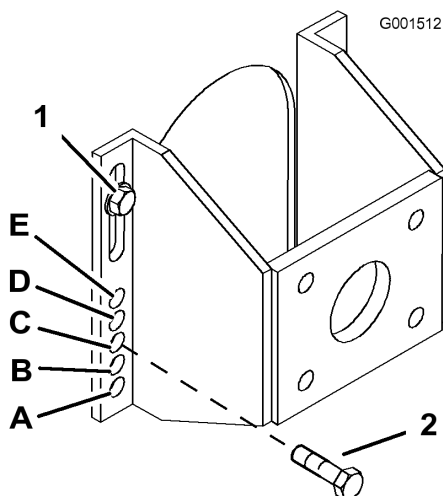

Figura 20
- Afloje, sin retirarlos, los 2 pernos superiores del eje (Figura 20).
- Retire los 2 pernos inferiores del eje (Figura 20).
- Eleve o baje el soporte de montaje para poder instalar los 2 pernos de ajuste del eje en el taladro deseado (Figura 20). Utilice un punzón cónico para ayudar a alinear los taladros.